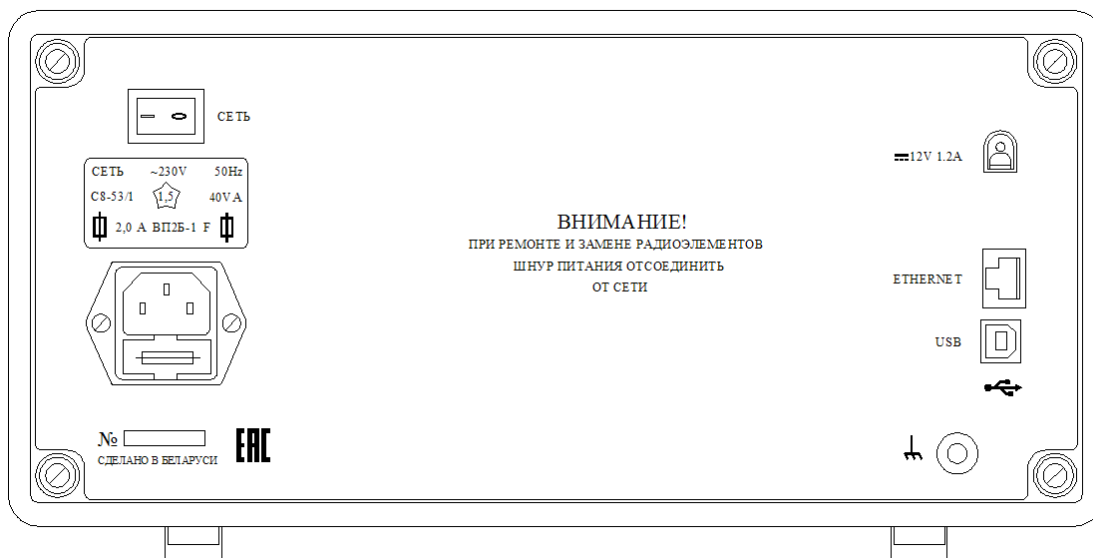

Рисунок 2.3 – Задняя панель осциллографа
2.3.10 На задней панели расположены (рисунок 2.3):